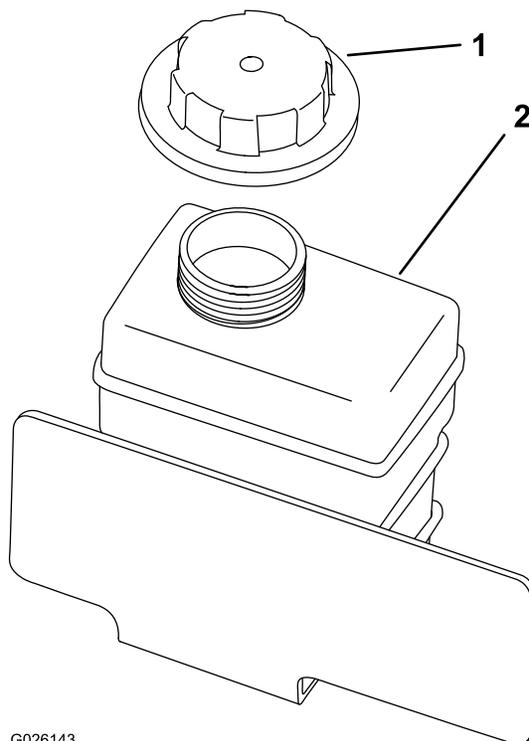

図 19
2. 補助タンクにあるラジエター液の量を点検する (図 19)。